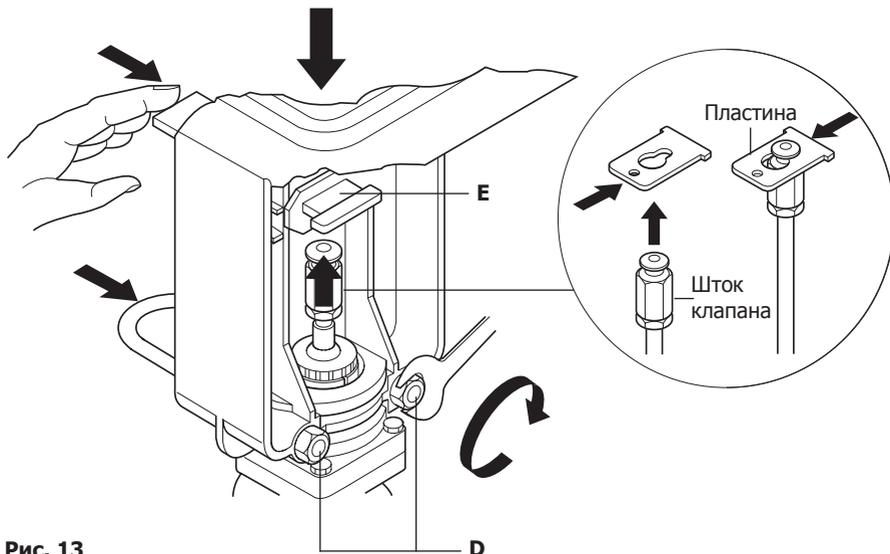

Рис. 13
Ослабьте гайки U-образного болта (D) и расположите привод над втулкой переходника. Нажмите на подпружиненную пластину (E) и заведите конец втулки в пластину. Отпустите пластину, которая должна зафиксировать втулку. Затяните гайки U-образного болта (D) усилием 4 Нм (рис. 13).